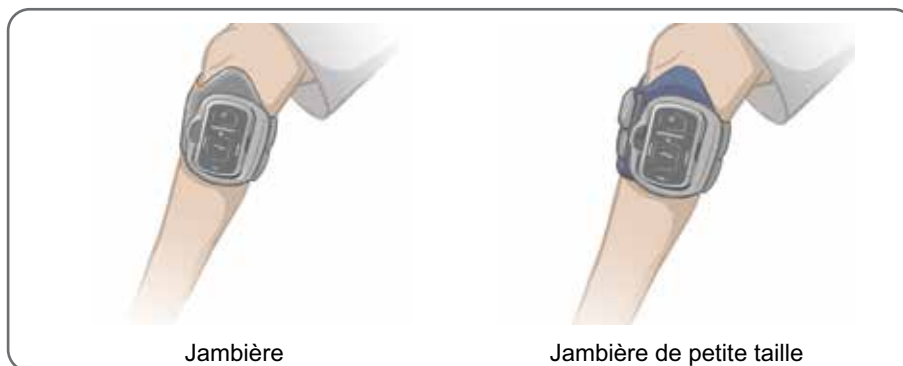

Figure 6-14 : Jambière attachée sur la jambe
- Assurez-vous que la jambièrre est correctement positionnée. Reportez-vous à la figure 6-14. Repositionnez la jambièrre si nécessaire. Réglez les attaches Velcro® pour assurer un bon ajustement. Reportez-vous à la figure 6-12.